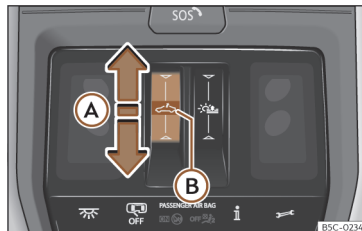

Fig. 87 No revestimento interior do teto: botão do teto de vidro.
- Movimento automático: deslize o dedo para trás sobre a área funcional >>> **Fig. 87 (A)**.
- Antes de decorrerem aprox. 5 segundos da ativação da função antientalamento, deslize o dedo para a frente sobre a área funcional >>> **Fig. 87** (A) e mantenha pressionado até o teto se fechar totalmente.